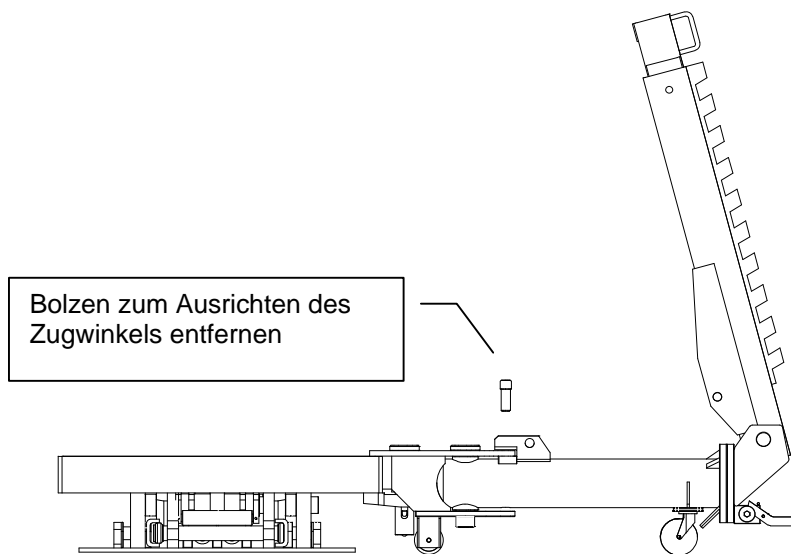

Abbildung 24
- Außerdem kann der gesamte Zugwinkel wie in Abb. 24 u. 25 gezeigt um + 0 - 90° gedreht werden.